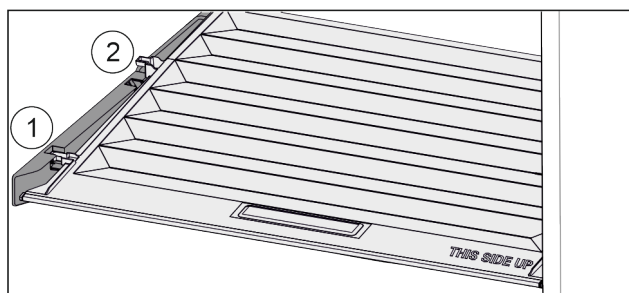

Fig. 131
- ▶ Pokrov povlecite naprej Fig. 131 (1) do odprtine v držalnih delih.
- ▶ Zadaj ga od spodaj dvignite in odstranite Fig. 131 (2) navzgor.